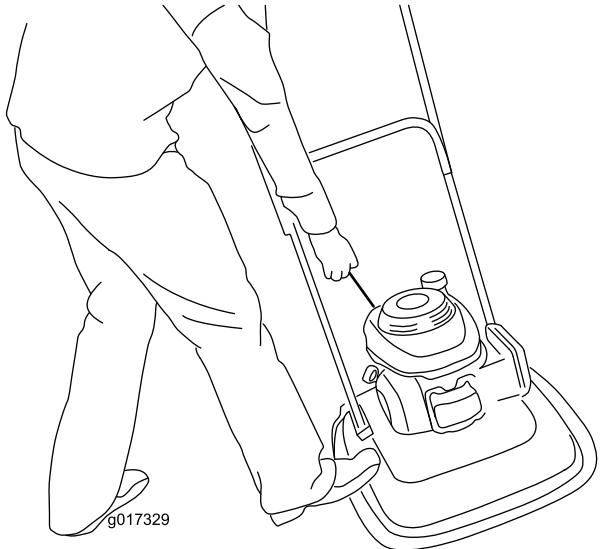

Figura 16
3. Coloque o seu pé na plataforma e incline a máquina para si (Figura 16).